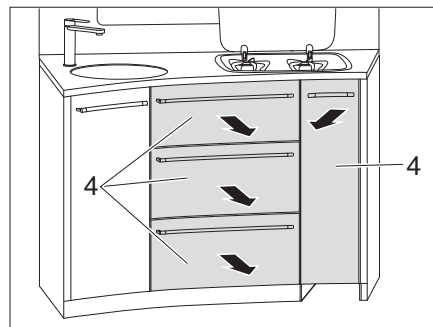

Bild 113 Küchenschubladen herausnehmen
- Küchenschubladen (Bild 113,4) herausnehmen.